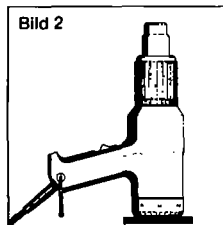

Bild 2
Beim Einsatz als Standgerät (Bild 2) den Ständerbügel (8) in die Arretierung schieben und das Gerät wie